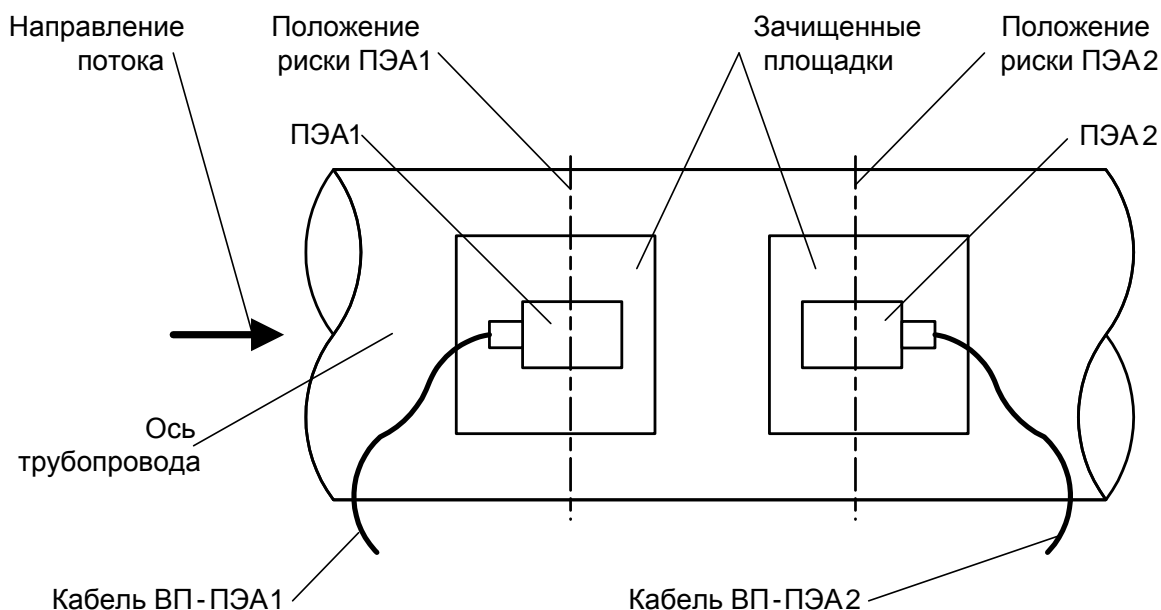

Рис.5. Положение ПЭА на трубопроводе (при установке по V-схеме).
5.1.3. Излучающая поверхность обоих ПЭА пары смазывается контактной смазкой. Один из пары ПЭА, притирая, устанавливается в середину зачищенной площадки в соответствии с рис.5 и закрепляется с помощью ремней или цепей из комплекта поставки. На ИУ отмечается положение рисок на боковых стенках этого ПЭА.